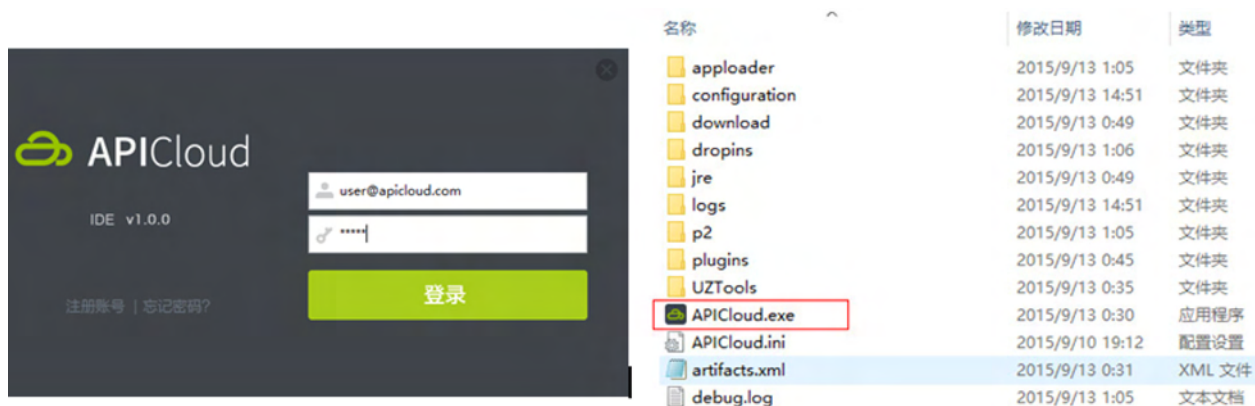

图4.6 登录 APICloud Studio
(2) 用上面注册的 APICloud 账号登录 APICloud Studio，或应用 APICloud Studio 绿色版，不用修改注册表。下载后解压缩，运行可执行文件即可，如图4.6 所示。